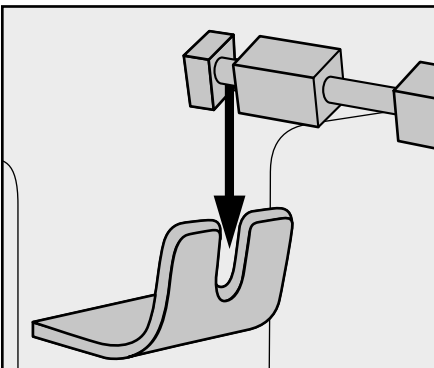

Abb. 2: Drehspieß **16** in die Drehspießaufnahme **9** legen
- Legen Sie dann das andere Ende des Drehspießes **16** mit der tiefen Nut in die Drehspießaufnahme **9** (Abb. 2):